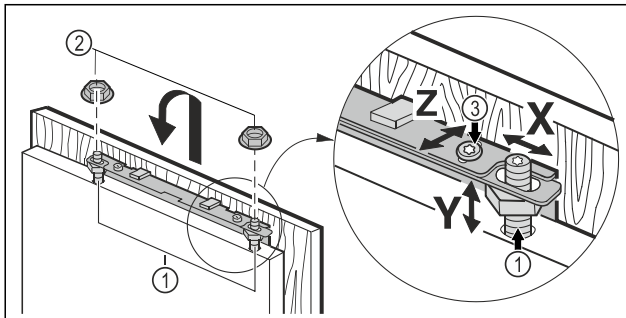

Fig. 46
- ▶ Навесьте мебельную дверь на регулировочные болты Fig. 46 (1) и накрутите контргайки Fig. 46 (2) на регулировочные болты, не затягивая.
- ▶ Выравнивание мебельной двери по высоте Y и боковому наклону: с помощью отвертки установите положение регулировочными болтами Fig. 46 (1).
- ▶ Затяните контргайки Fig. 46 (3).